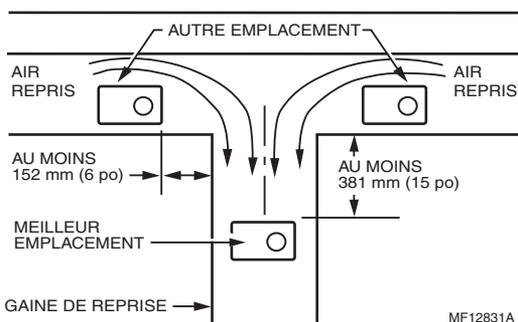

Fig. 3. Choix de l'endroit où installer l'humidistat dans la gaine.
L'humidistat doit être monté en amont de l'humidificateur ou du tuyau de dérivation pour assurer une détection adéquate de l'humidité relative de l'espace habité. Placer le régulateur à au moins 203 mm (8 po) en amont de l'humidificateur dans la gaine d'air de retour. (Voir la Fig. 3.)
2. Appliquer le gabarit sur la gaine de retour (voir Fig. 3 page 6). S'assurer que le gabarit est de niveau avant de percer les trous. (Il est recommandé d'utiliser un niveau de petite taille.)